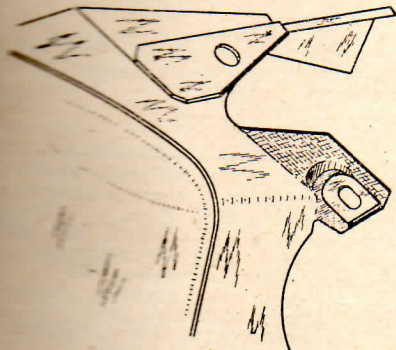

Fig. 7. — Fixation du collecteur d'air (ancien montage).
- Couper la patte de fixation du collecteur sur la culasse (figure 7).